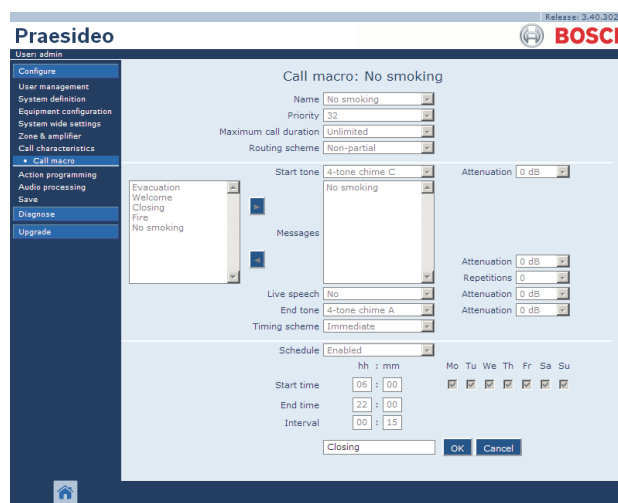

figura 47.4: Nuova macro annunci, passaggio 3
- 3 Inserire il nome della nuova macro annunci nel campo *Name* (per un esempio, vedere figura 47.4). Il nome può essere composto da un massimo di 16 caratteri.